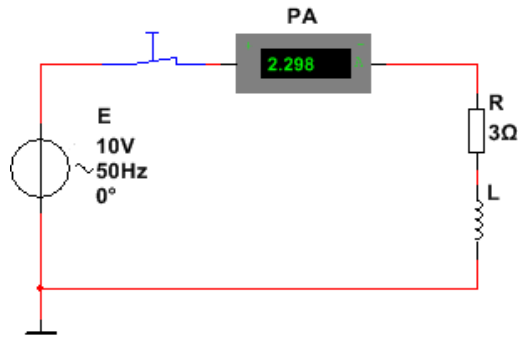

Рисунок 24 – Цепь переменного тока с индуктивностью
4. Для определения величины индуктивности катушки использовать схему (рис. 24). Занести результаты измерений в табл. 6. Рассчитать величину индуктивности катушки L . Результат занести в табл. 6.